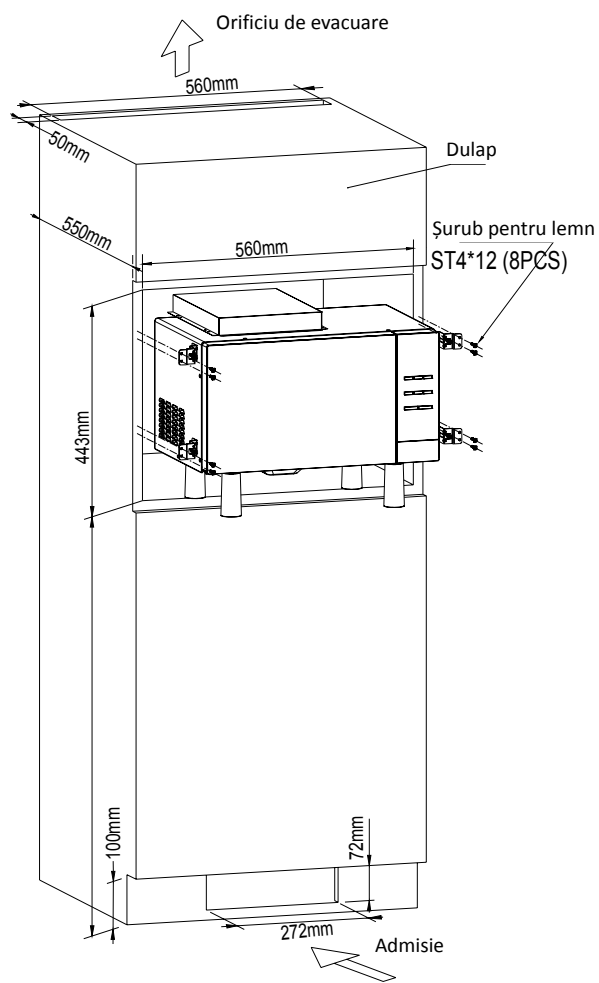

Fig 4
- a) Poziția orificiilor de admisie și evacuare trebuie să fie cea indicată în Fig. 4.
- b) Adâncimea netă trebuie să fie ≥ 550 mm, așa cum este indicat în Fig. 4.
d) Introduceți cuptorul cu microunde în dulap, apoi fixați-l cu șuruburi pentru lemn, așa cum este indicat în Fig. 4.